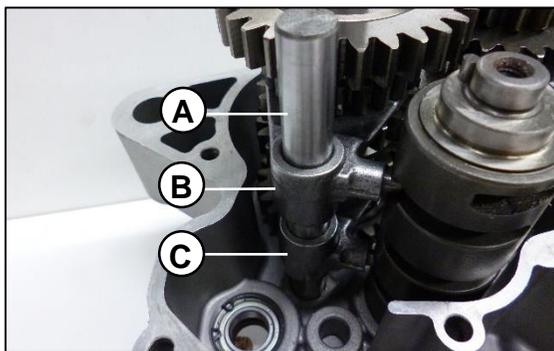

Fig. 10
Remueva el segundo eje de horquillas (A), y la horquilla (B) con referencia (ZJR), lado derecho del motor, por ultimo retire la horquilla lado izquierdo (C) con referencia (ZJL). **Fig. 10**